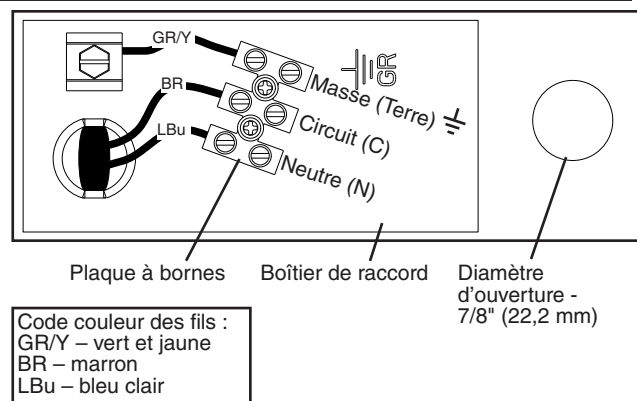

Fig. 7
- La borne neutre sur la plaque à bornes (câble bleu clair) doit être reliée au conducteur neutre de l'alimentation électrique. Voir fig. 7. **ATTENTION ! Une erreur de câblage peut endommager sérieusement la machine à glace.**